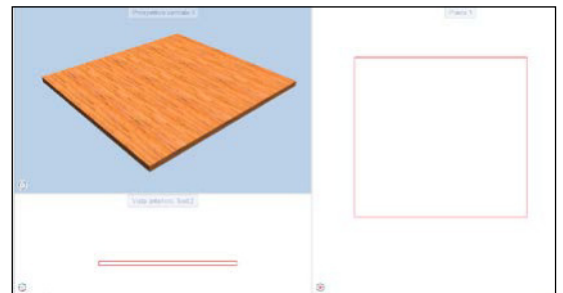

Fig. 33f
- Su «mostra campiture» si può decidere la campitura del solaio nella vista 2D (Fig. 33f).